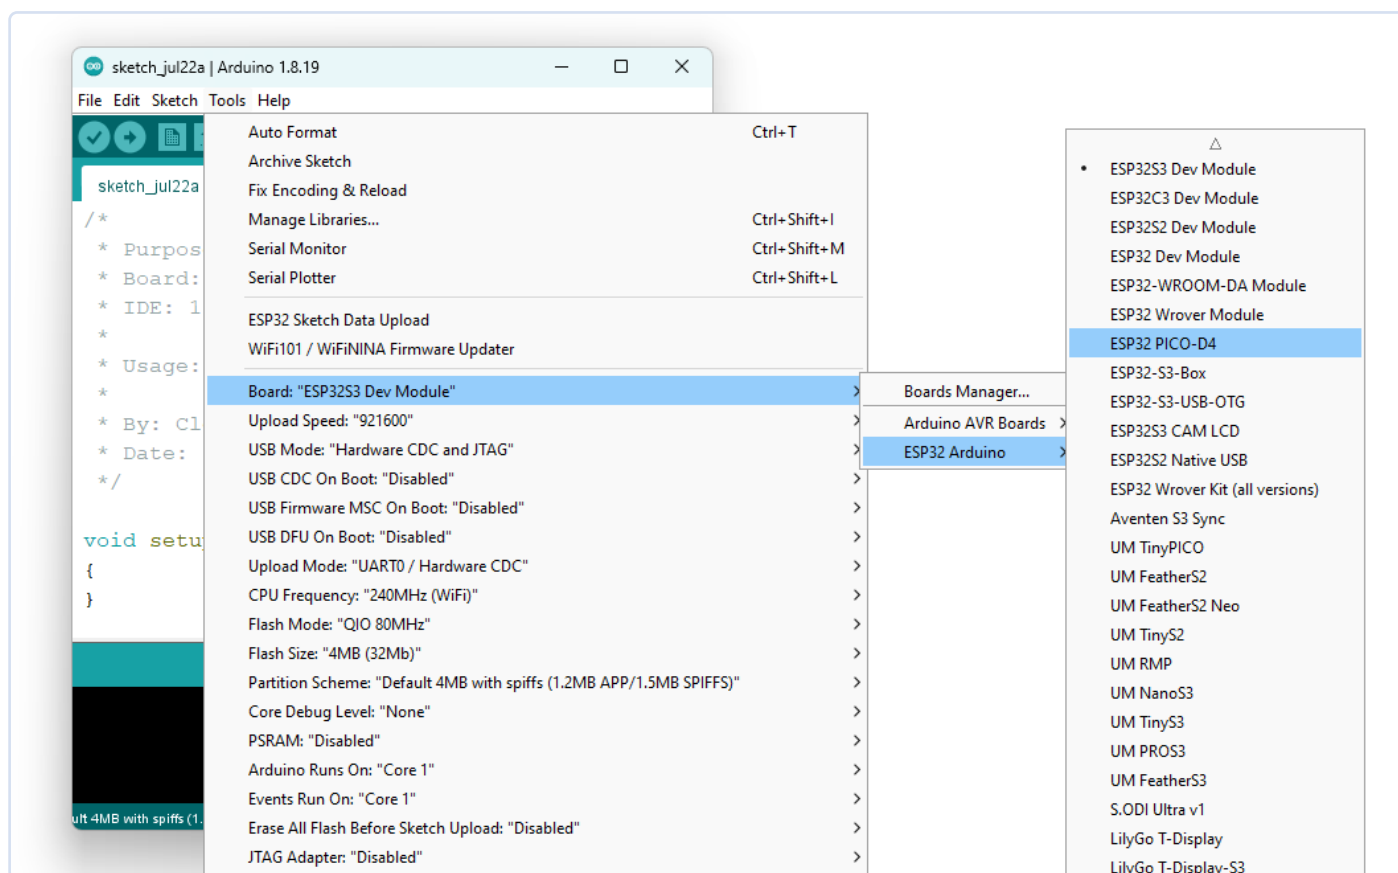

Figure 6. Le processeur audio DSP FX utilise l'ESP32 Pico-D4 comme «carte» dans l'EDI Arduino.
- Dans le menu *Outils*, sélectionnez la carte **ESP32 PICO-D4** (figure 6). Si l'ESP32 PICO-D4 ne figure pas dans la liste des cartes, installez d'abord le package de cartes ESP32. Pour plus de détails sur la manière de procéder, veuillez-vous référer au tutoriel [2]. Notez qu'il est fortement recommandé d'installer une version antérieure à 3.0.0 (par exemple 2.0.17) car certains pilotes ont été complètement révisés dans la version 3.0.0 (par exemple I2S, ADC, et DAC). Il faudra un certain temps avant que les autres bibliothèques utilisant ces périphériques n'intègrent les modifications. Nous avons également observé une expansion du code avec des applications basées sur la version 3.0.x. qui ne tiendront plus dans la mémoire du module ESP32.